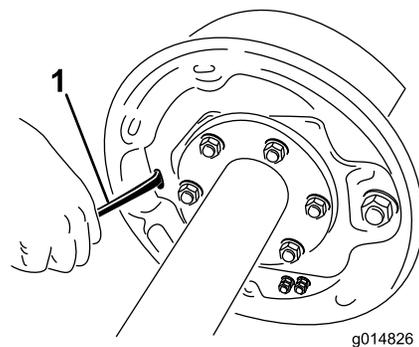

Рисунок 51
4. Чтобы раздвинуть тормозные колодки, поверните звездочку узла регулировки с помощью отвертки (Рисунок 51).